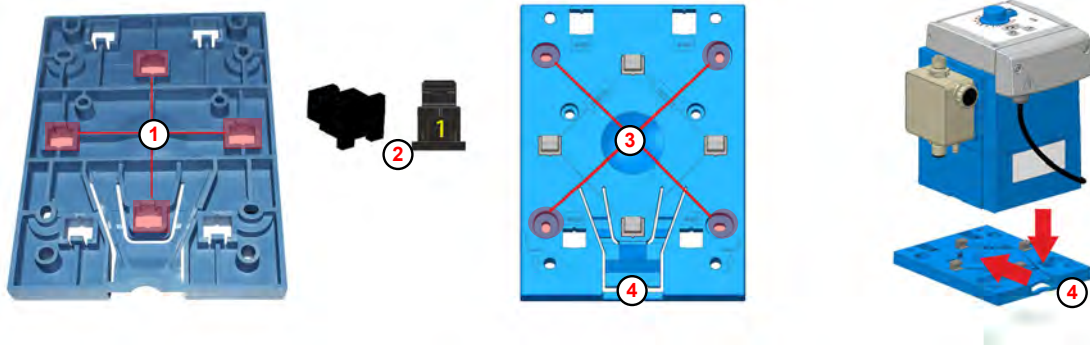

Abb. 4: Vorbereitungen zur Tischmontage
Auf der Unterseite der Montageplatte sind die Öffnungen für die Tischmontage (Abb. 4 , ①) mit der Ziffer 1 gekennzeichnet.